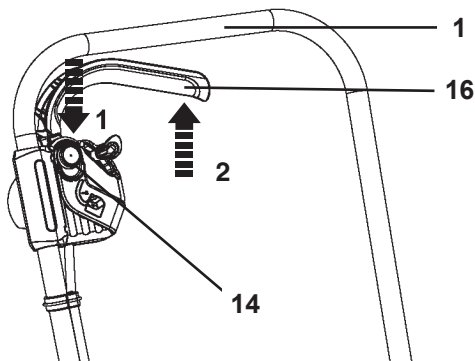

Fig. 13
1. Compruebe que la palanca de arranque (16) este suelta.
2. Presione el botón de desbloqueo (14) y manténgalo en esa posición (fig. 13, paso 1).
3. Apriete la palanca de arranque (16) hacia el mango (1) para encender el producto (fig. 13, paso 2). Mantenga la palanca de arranque (16) apretada durante el funcionamiento.
4. Suelte la palanca de arranque (16) para apagar el producto.